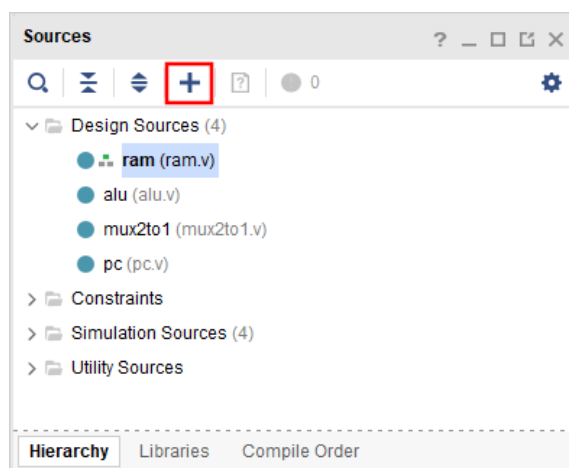
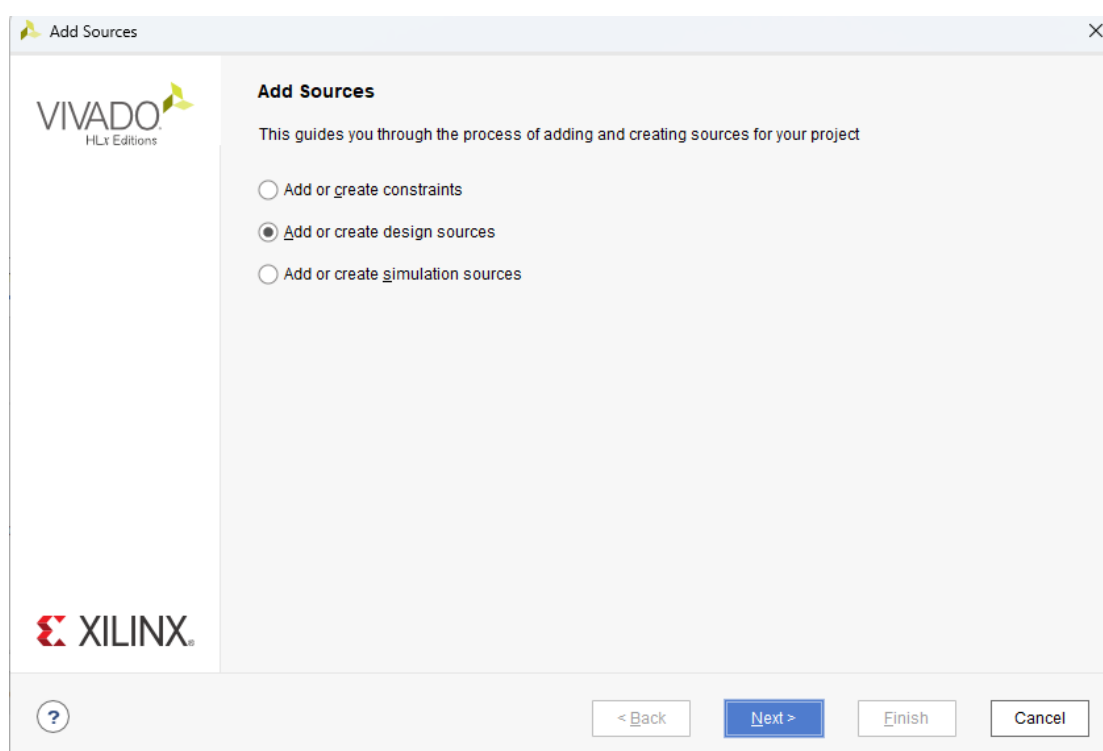

图 3.4.1 创建 alu 文件
图 3.4.2 选择创建的文件类型
- (1) 建立 Verilog PC 源文件。点击“+”号 (图 3.4.1), 选择“Add or create design sources” (图 3.4.2)。